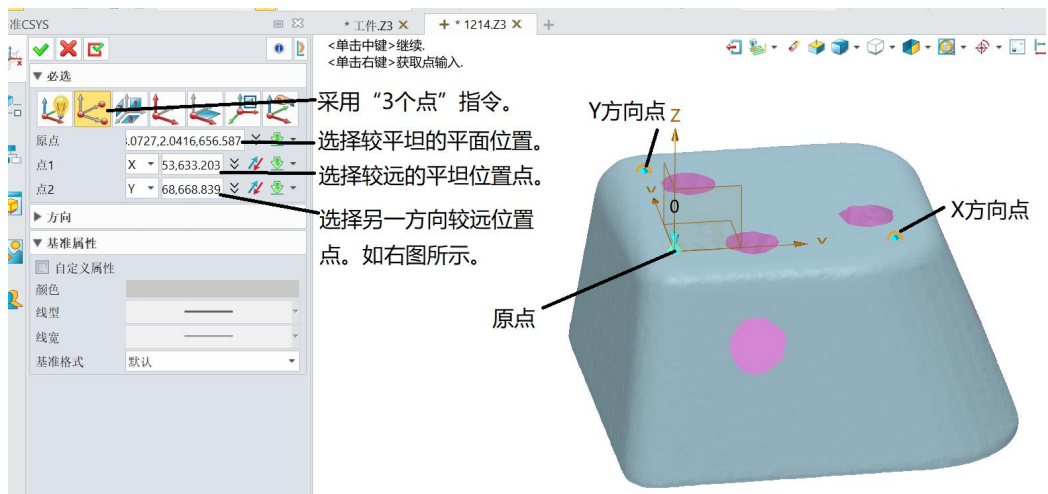

图 11-2 摆平 XY 平面
(1) 尽量摆平 XY 平面, 3 个点的距离在平整的面上尽量远, 如图 11-2 所示。